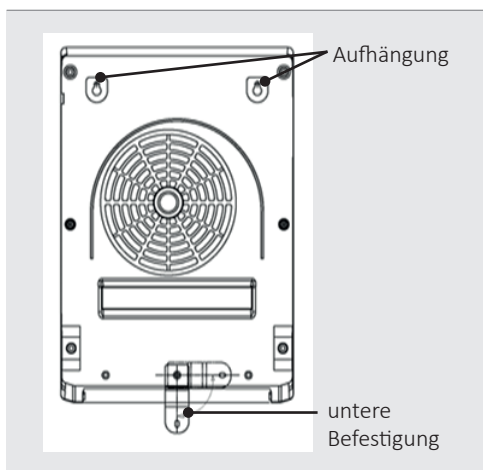

Abb.4: Anbringung
5. Für einen sicheren Halt, muss noch die untere Befestigung (siehe Abb. 4) angebracht werden. Drehen Sie diese hierzu nach unten. Zeichnen Sie eine Markierung durch das Loch an die Wand.